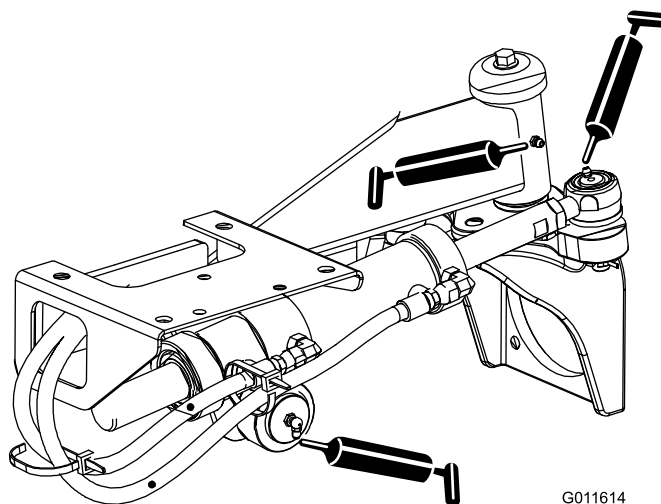

Figura 36
- Rótulas do cilindro de direcção (2) e eixo traseiro (1) (Figura 36)